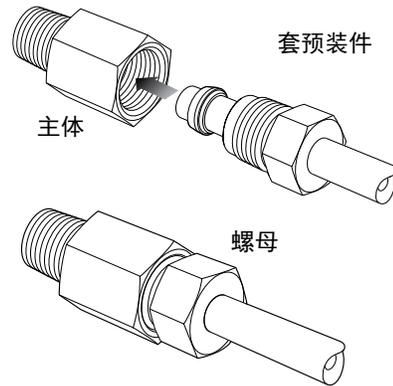

图 4 将套预装件安装到接头本体中
11. 将套预装件安装到接头本体中。将螺母拧到接头主体上，直至手指无法拧动。参见图 4。